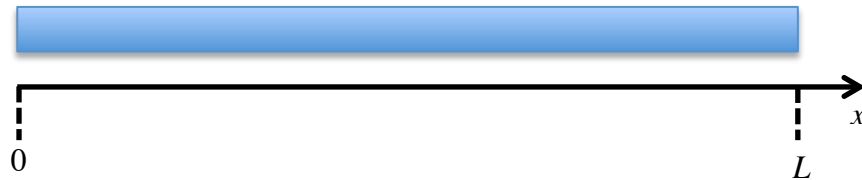

Figure 1
La température dans ce barreau n'est pas uniforme : elle varie selon l'axe du cylindre selon la relation : $T(x) = ax + b = -50x + 800 \text{ (K)}$ (figure 1).